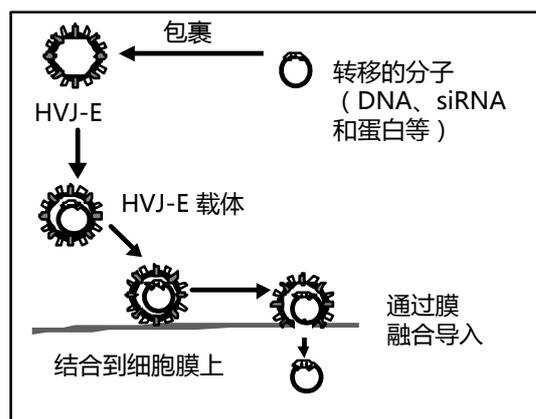

Fig.1 转染原理
转移的生物大分子 (DNA, 蛋白, 反义寡核苷酸, siRNA 等) 包裹在 HVJ-包膜蛋白 (HVJ-E) 内形成 HVJ-E 载体, 利用融合 (F) 蛋白的膜融合活性 (Fig.1) 导入目标细胞或者组织。